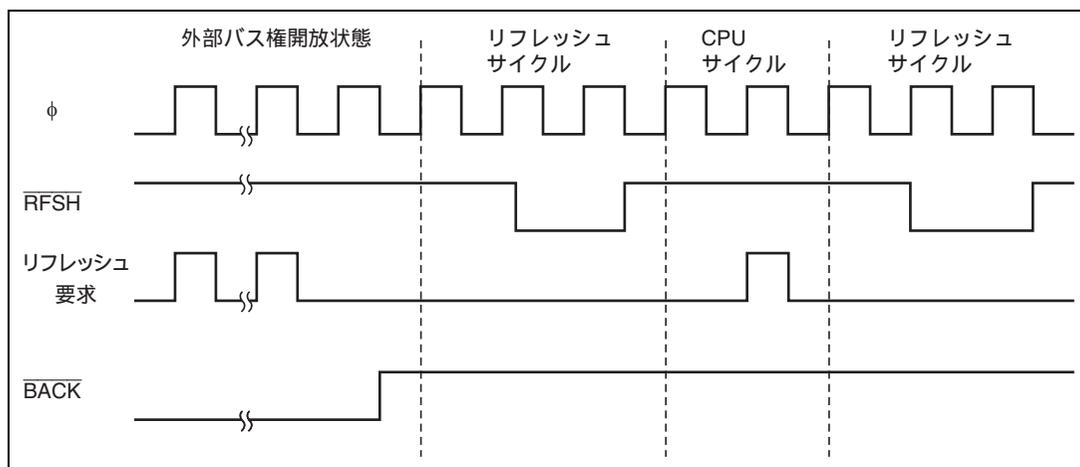
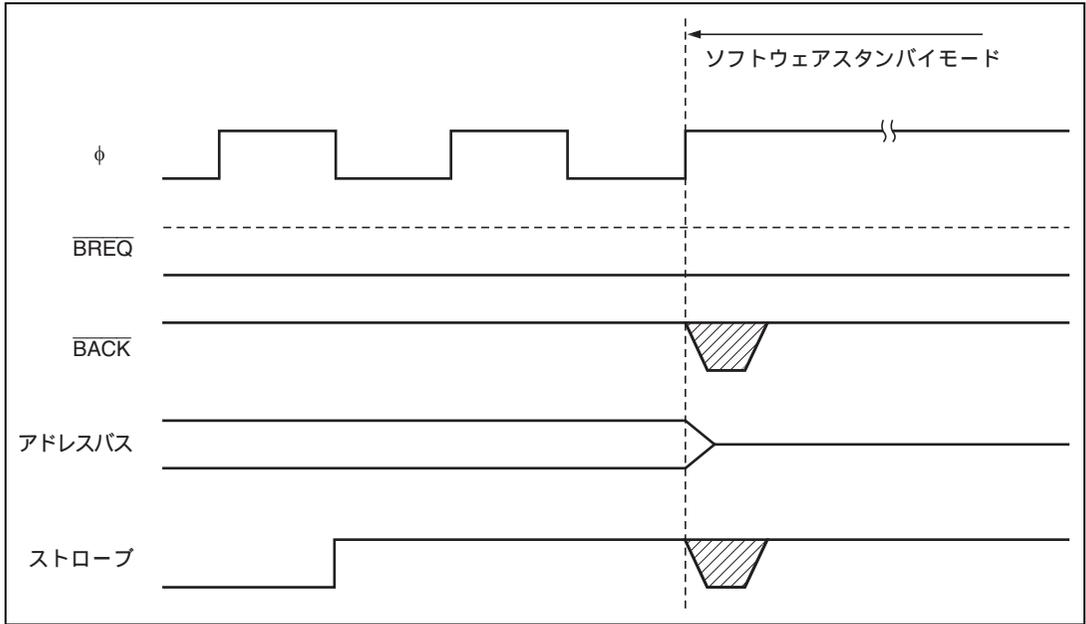

図 6.33 バス解放状態時のリフレッシュサイクル
図 6.34 バス解放状態とソフトウェアスタンバイモード
- (1) 外部バス権解放状態、ソフトウェアスタンバイモード、またはバスサイクルがウェイトステートの挿入により長く続く場合、リフレッシュサイクルは実行されません。したがって、これらの状態では、別の方法でリフレッシュを行う必要があります。
- (2) 外部バス権解放状態中に内部でリフレッシュ要求が発生した場合、最初の要求が保持され、バス権解放状態解除後、リフレッシュサイクルが1回だけ実行されます。図6.33にその場合のバスサイクルを示します。
- (3) バスサイクルがウェイトステートの挿入により長く続く場合も、外部バス権解放状態と同様に、最初の要求が保持されます。
- (4) ソフトウェアスタンバイモードへ遷移するとき、外部バスマスタからのバス権要求が競合すると、ソフトウェアスタンバイモードへの遷移時に、BACKとストローブの状態が不確定になる場合があります（図6.34参照）。ソフトウェアスタンバイモードを使用するときは、SLEEP命令を実行する前に、BRCRのBRLEビットを0にクリアしてください。また、セルフリフレッシュモードへの遷移でも同様の競合により、ストローブ波形出力が保証されないことがあります。これもBRCRのBRLEビットを0にクリアすることにより防止できます。
- (5) セルフリフレッシュ解除直後、CPUサイクルが始まるまでの一定期間、外部バス権解放が可能です。セルフリフレッシュ直後のRASプリチャージ時間の規定を充たすようRASの状態に注意してください。